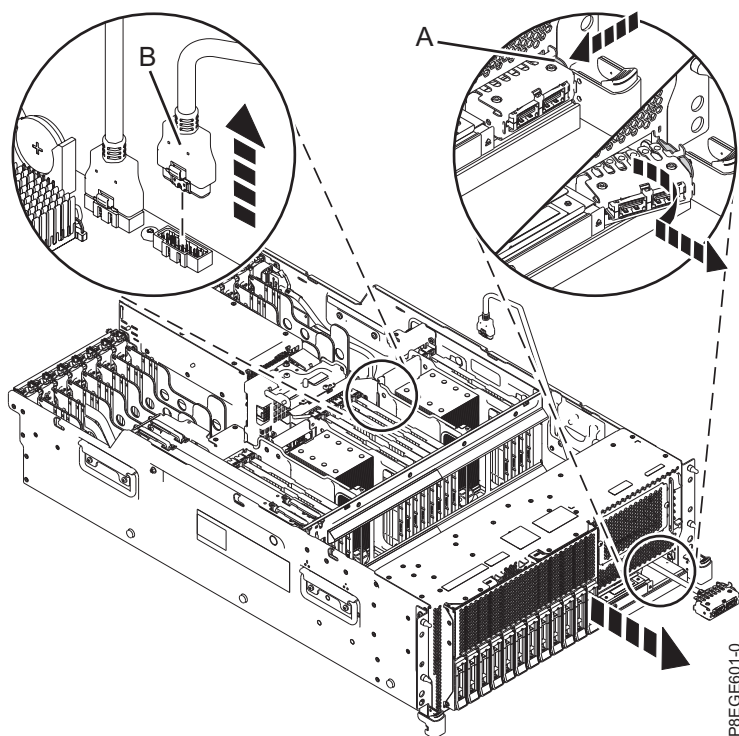

Figura 2. Desconectando o cabo USB do painel traseiro do sistema
5. Desconecte o cabo USB frontal (**B**) do painel traseiro do sistema conforme mostrado na Figura 2 na página 5.
6. Destrave o compartimento do cabo USB (**A**) da parte frontal do sistema. Empurre o lado direito do compartimento e gire-o para a esquerda conforme você o puxa para fora na sua direção. Veja a Figura 2 na página 5.